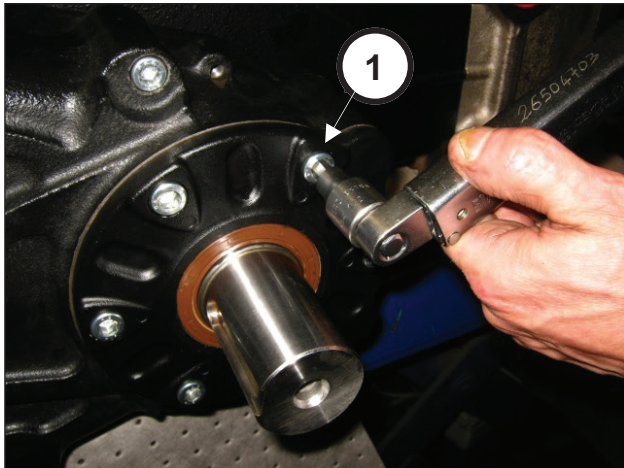

Abb. 95
Drehen Sie die 6 Schrauben M10x25 fest (Pos. ①, Abb. 95). Eichen Sie die Schrauben mit einem Drehmomentschlüssel, wie in Kapitel 3 EICHWERTE FÜR DEN SCHRAUBENANZUG gezeigt.